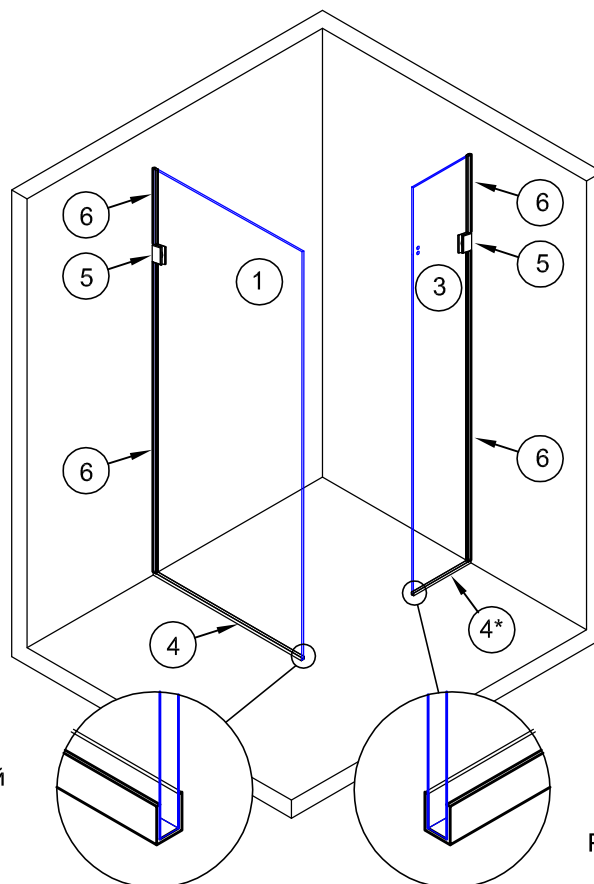

Рис. 6
2.5. Установить уплотнитель №6 на торцы стеклянных панелей со стороны стены. Отрезки уплотнителя подрезать для плотного прилегания до держателей и до профилей №4 и №4* на полу (рис.6).
2.6. В середину профилей №4 и №4* нанести силиконовый герметик. Количество герметика нужно рассчитать на заполнение всех щелей между профилем и стеклом (рис.6).
Прижать стекло к стене и полу. Внешние торцы стекол и профилей №4 и №4* должны совпадать с торцами соответствующих панелей (рис.6).